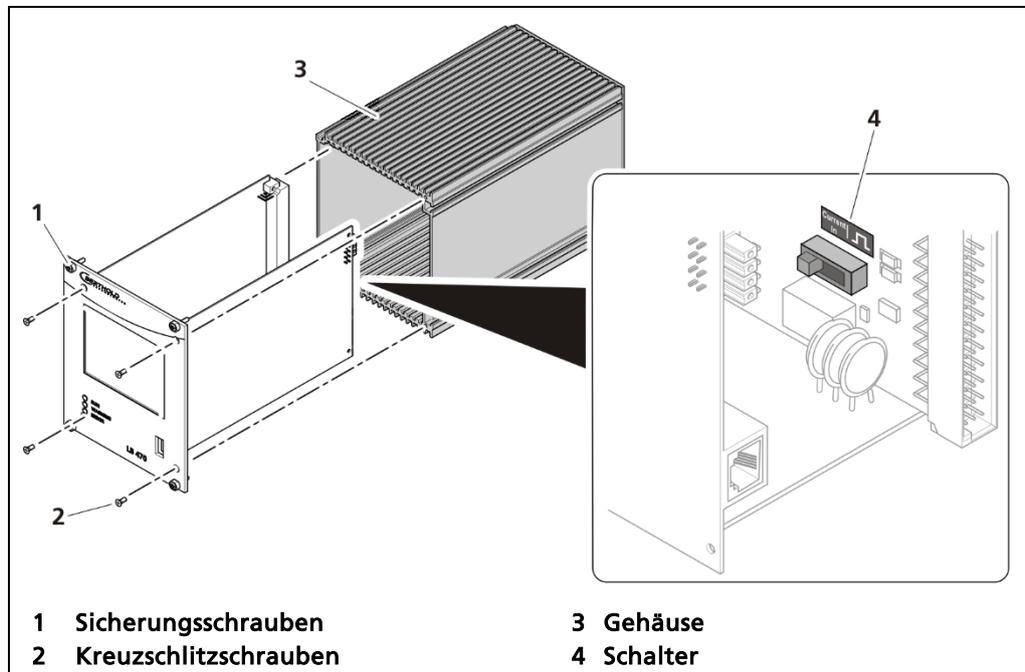

Abb. 19 Tachoschalter auf der Platine
2. Lösen Sie die vier Sicherungsschrauben (Abb. 19, Pos.1) und ziehen Sie die AWE aus dem Wandgehäuse bzw. dem Baugruppenträger.
3. Lösen Sie die vier versenkten Kreuzschlitzschrauben (Abb. 19, Pos.2) an der Vorderseite der AWE).
4. Ziehen Sie das Gehäuse (Abb. 19, Pos.3) vorsichtig ab.
5. Stellen Sie den Schalter auf Position „CURRENT IN“ (Abb. 19, Pos.4).